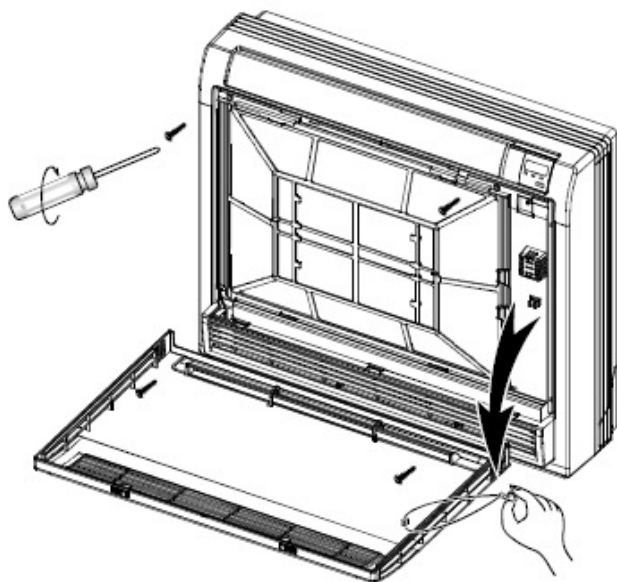

Fig.7-2
- Ta bort snöret (se Fig. 7-2).
- Ta bort de fyra skruvarna (se Fig. 7-2).